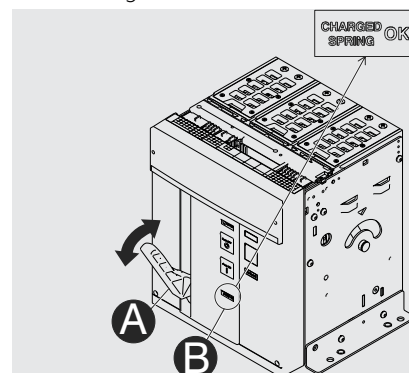

Abbildung 75
2. Spannen der Federn - Den Hebel [A] mehrmals nach unten ziehen, bis die Anzeige Federn gespannt [B] auf "gelb - CHARGED SPRING" steht, so wie in Abbildung 75.